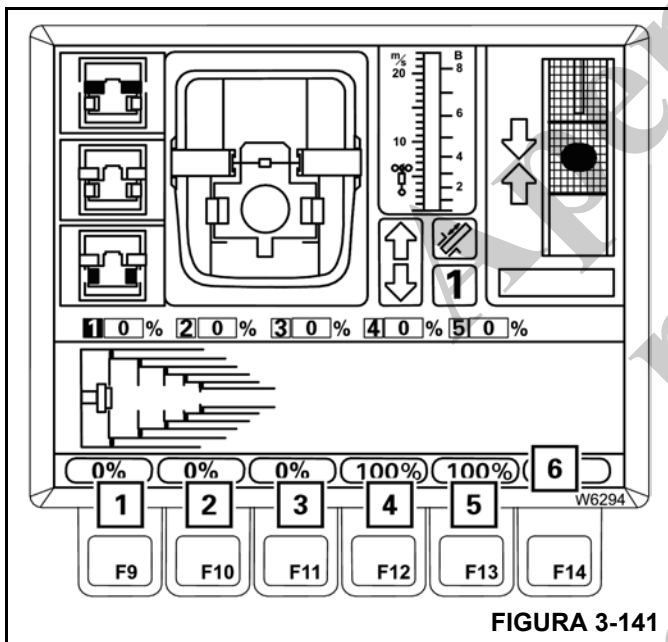

FIGURA 3-141
O mostrador (6) (Figura 3-141) exibe os valores ajustados para todas as seções telescópicas.